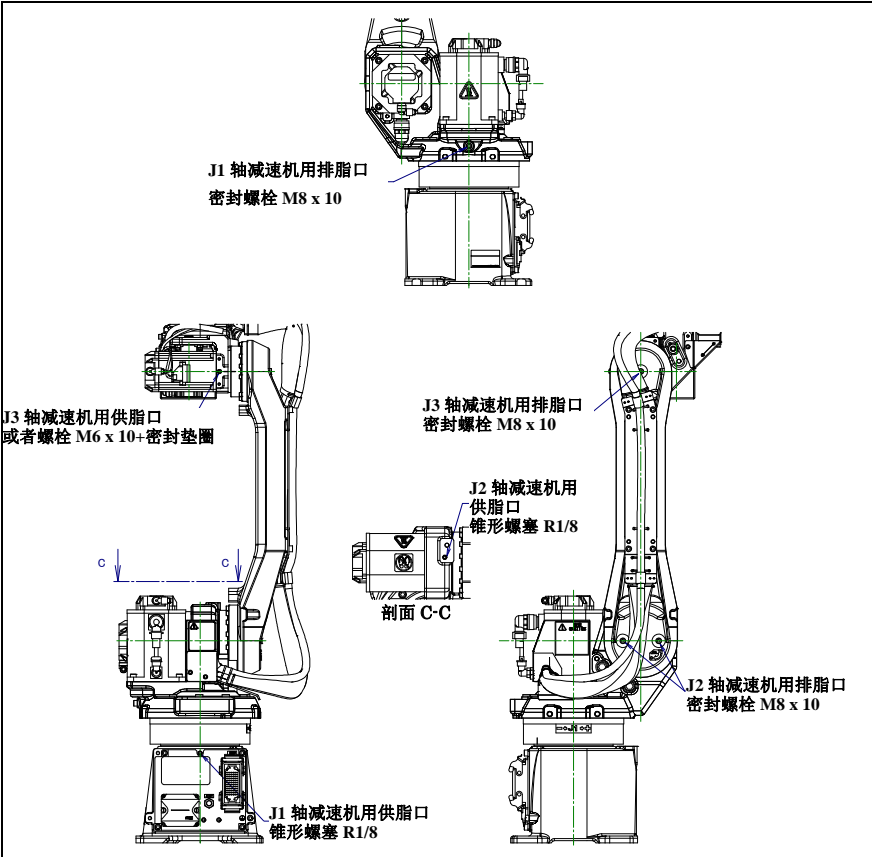

图 7.3.2.1 (a) J1～J3 轴的供脂部位
- 3 拆除排脂口的密封螺栓。（图 7.3.2.1 (a)）